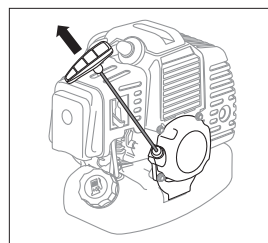

рис. 11
6. Придерживая триммер, плавно потяните рукоятку стартера до момента зацепления в механизме стартера. После чего энергично вытяните шнур на 50-60 см (рис. 11). Во избежание повреждения корпуса стартера не бросайте рукоятку стартера, плавно верните ее в исходное положение. Повторите данные действия 3-5 раз до первой вспышки топлива в двигателе. При этом двигатель заводится не должен.